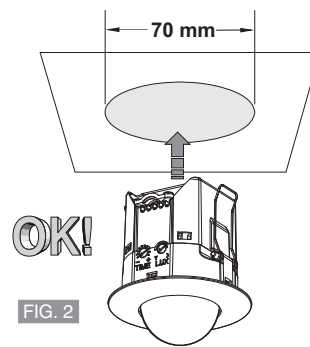

FIG. 2
- Realizar un hueco de 70 mm de diámetro en el falso techo (fig. 2).